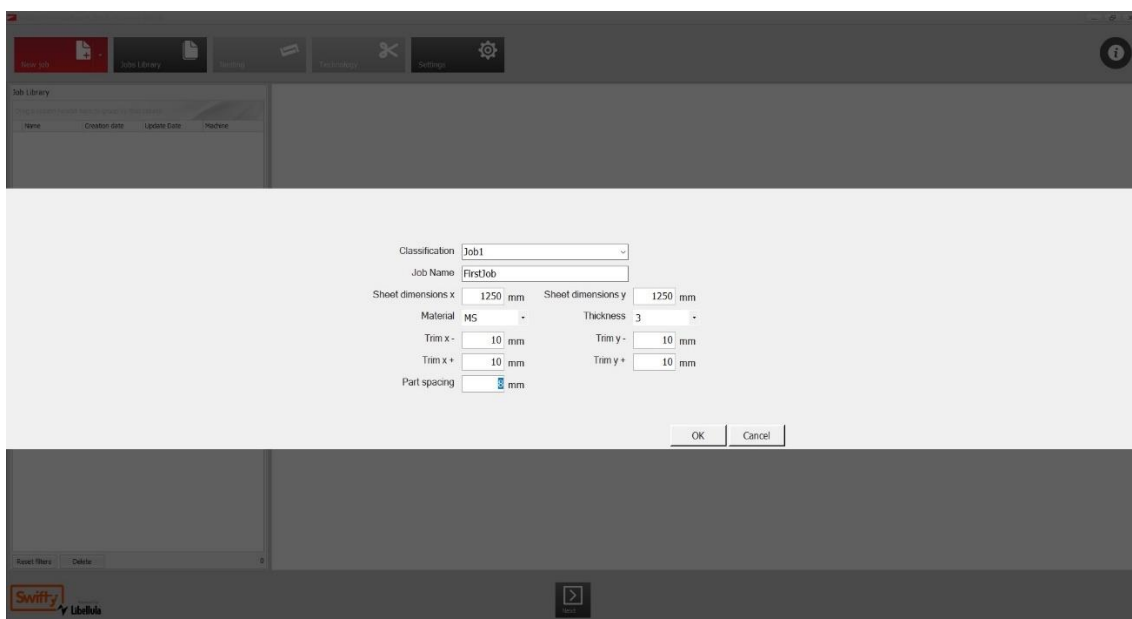

Fig. 47 Instellingenschermbord voor nieuwe taken
2. Selecteer het tabblad 'New Job'. Het instellingenschermbord voor nieuwe taken wordt nu weergegeven (Fig. 47).